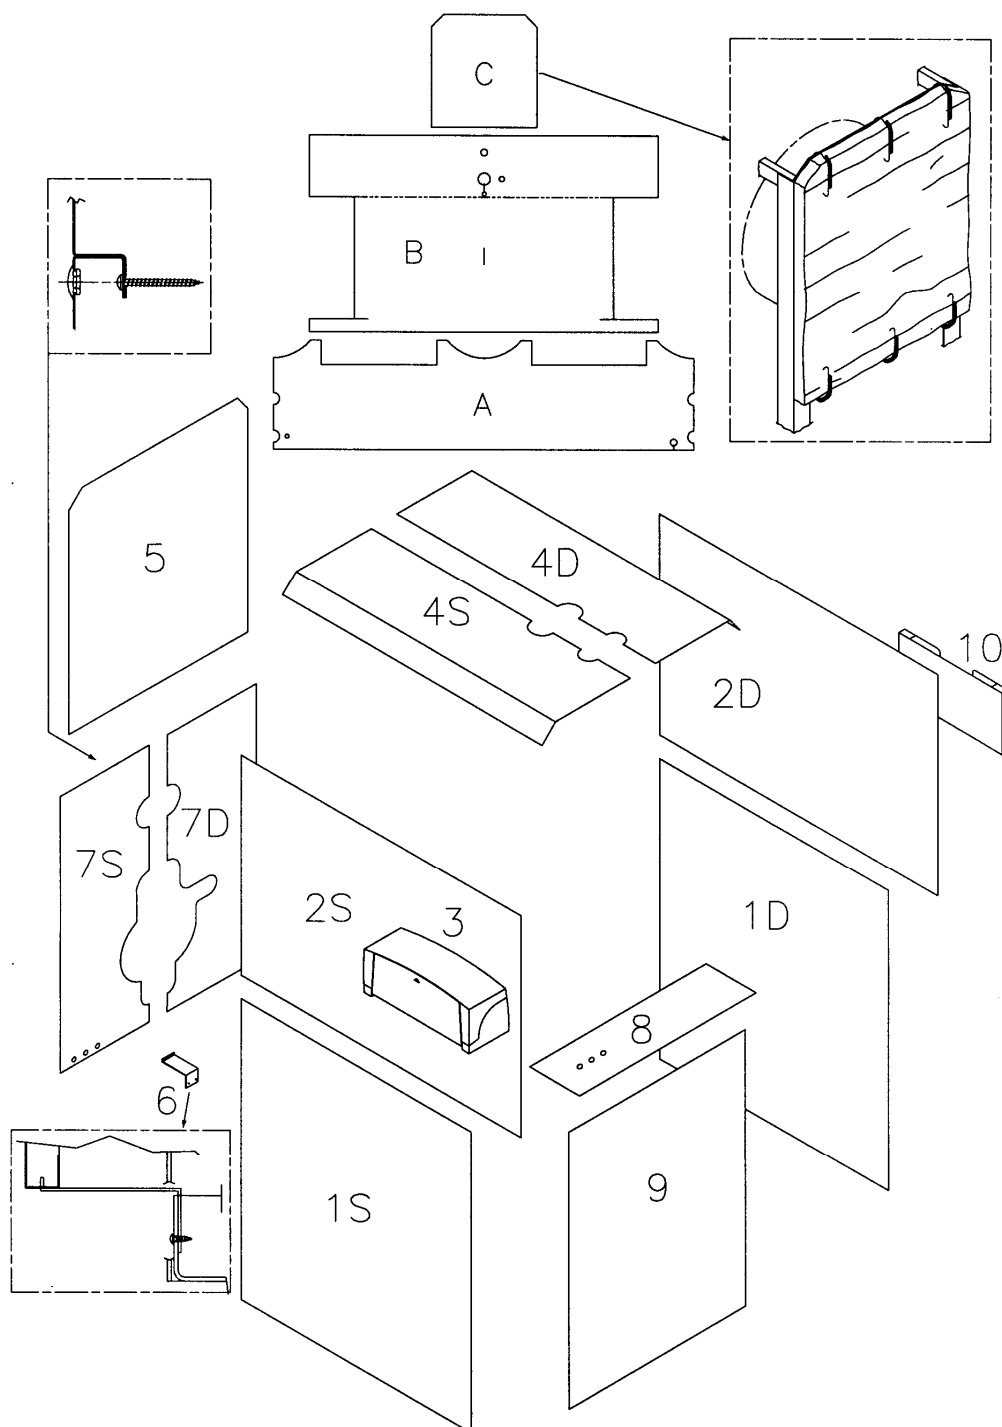

Fig. 5
5.3 RIVESTIMENTO CALDAIA mod. 210-350 (Fig. 5)
- Svolgere i capillari dei termostati e fissare il pannello comando (3) al fianco con le apposite viti, quindi inserire i bulbi nel pozzetto. Montare i pannelli superiori (4S) e (4D).
- Montare il pannello (5); fissare la staffa sostegno (6) sull'angolare di base del telaio, appoggiare il pannello (7D) e poi il pannello con passacavi (7S) su di essa agganciandoli ai pannelli laterali, bloccarli quindi con le viti e chiudere i fori di passaggio con gli appositi tappi. Agganciare il pannello ant./centrale con passacavi (8) fissandolo con le viti e quello ant./inf. (9). Montare infine il porta documenti (10) sul lato opposto del pannello comando fissandolo con la vite.